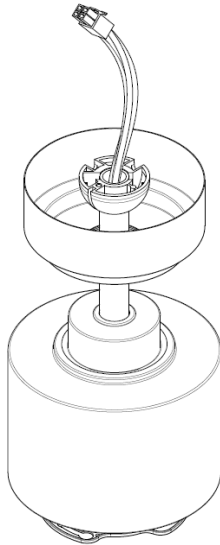

Abb. 4
- Heben Sie das Ventilatorgehäuse mit Hängestange an und hängen Sie diese in die Halterung ein. Abb.4